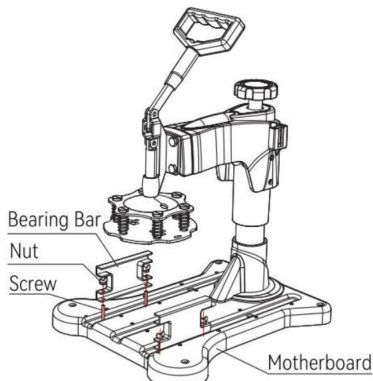

Fig 3
3. Verwenden Sie 4 Schrauben von unten nach oben durch die Tragschiene auf der Rückseite des Rückwandplatte und verriegeln Sie sie dann mit den Handschrauben (wie in Abbildung 3 gezeigt).